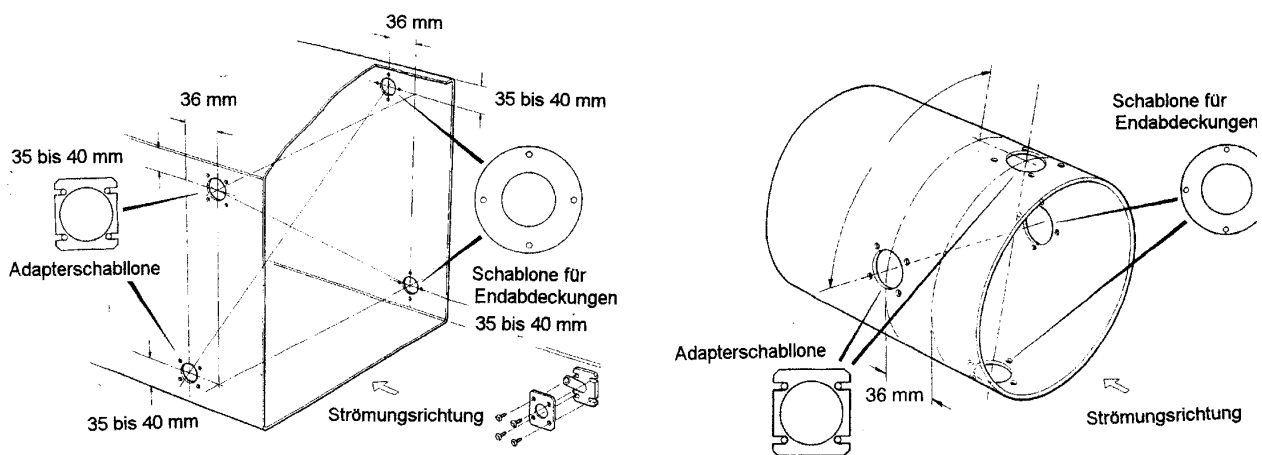

Abbildung 3 – Anordnung der Bohrungen (Maße in mm)
2. Die AIRFLOW Messkreuze sind zum Einbau in die "kürzeren" Luftkanalseiten vorgesehen. Markieren Sie den Kanal gemäß den Maßen nach Abbildung 3, kleben die selbstklebenden Bohrschablonen auf die entsprechenden Stellen und bohren die notwendigen Löcher. Entgraten Sie anschließend sorgfältig.